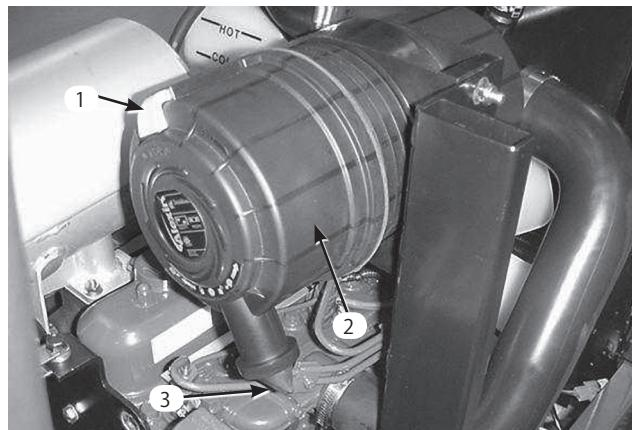

図44
- ラッチを引いて外し、カバーを左にひねってボディーからはずす（図44）。